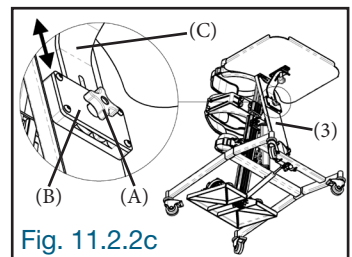

Fig. 11.2.2c
Desserrer légèrement le bouton de blocage (A) de la glissière (B) du stabilisateur (3) et glisser vers le haut ou le bas, le support (C) de table dans la glissière du stabilisateur. À la hauteur désirée, resserrer fermement le bouton de blocage (A) de la glissière afin de fixer la table en place (Fig. 11.2.2c).